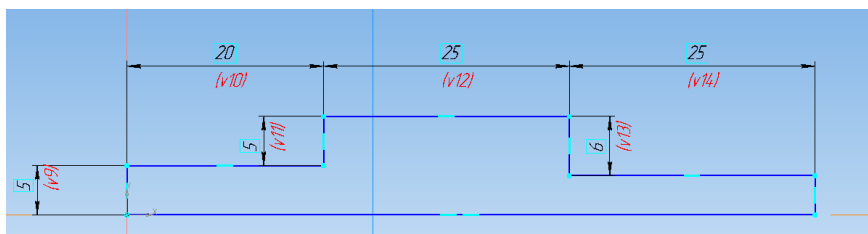

Рис. 3.4. Эскиз вала
1. Необходимо выполнить эскиз как на рис. 3.4